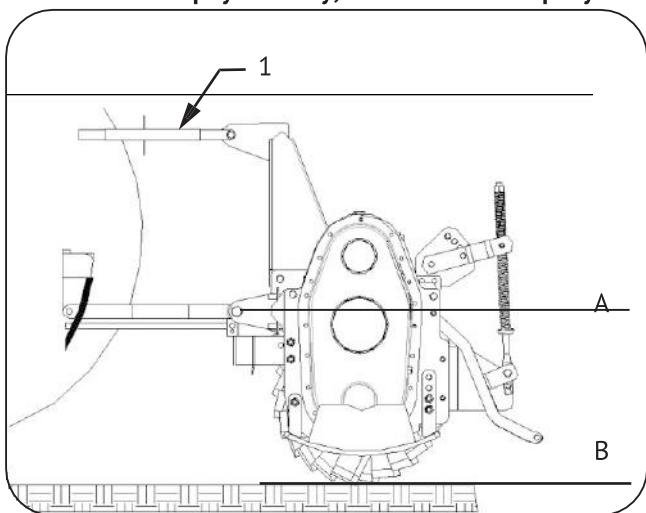

Рис. 6
- 4) Подсоедините верхнюю третью точку и правильно отрегулируйте ее с помощью регулятора (1 Рис. 6), убедившись, что верхняя поверхность машины (A Рис. 6) параллельна земле (B Рис. 6). Это очень важно, так как достигается параллельность между осью машины и осью ВОМ трактора. Когда орудие работает в таких условиях, нагрузка на ВОМ будет меньше, а карданный вал и орудие будут меньше подвержены износу.